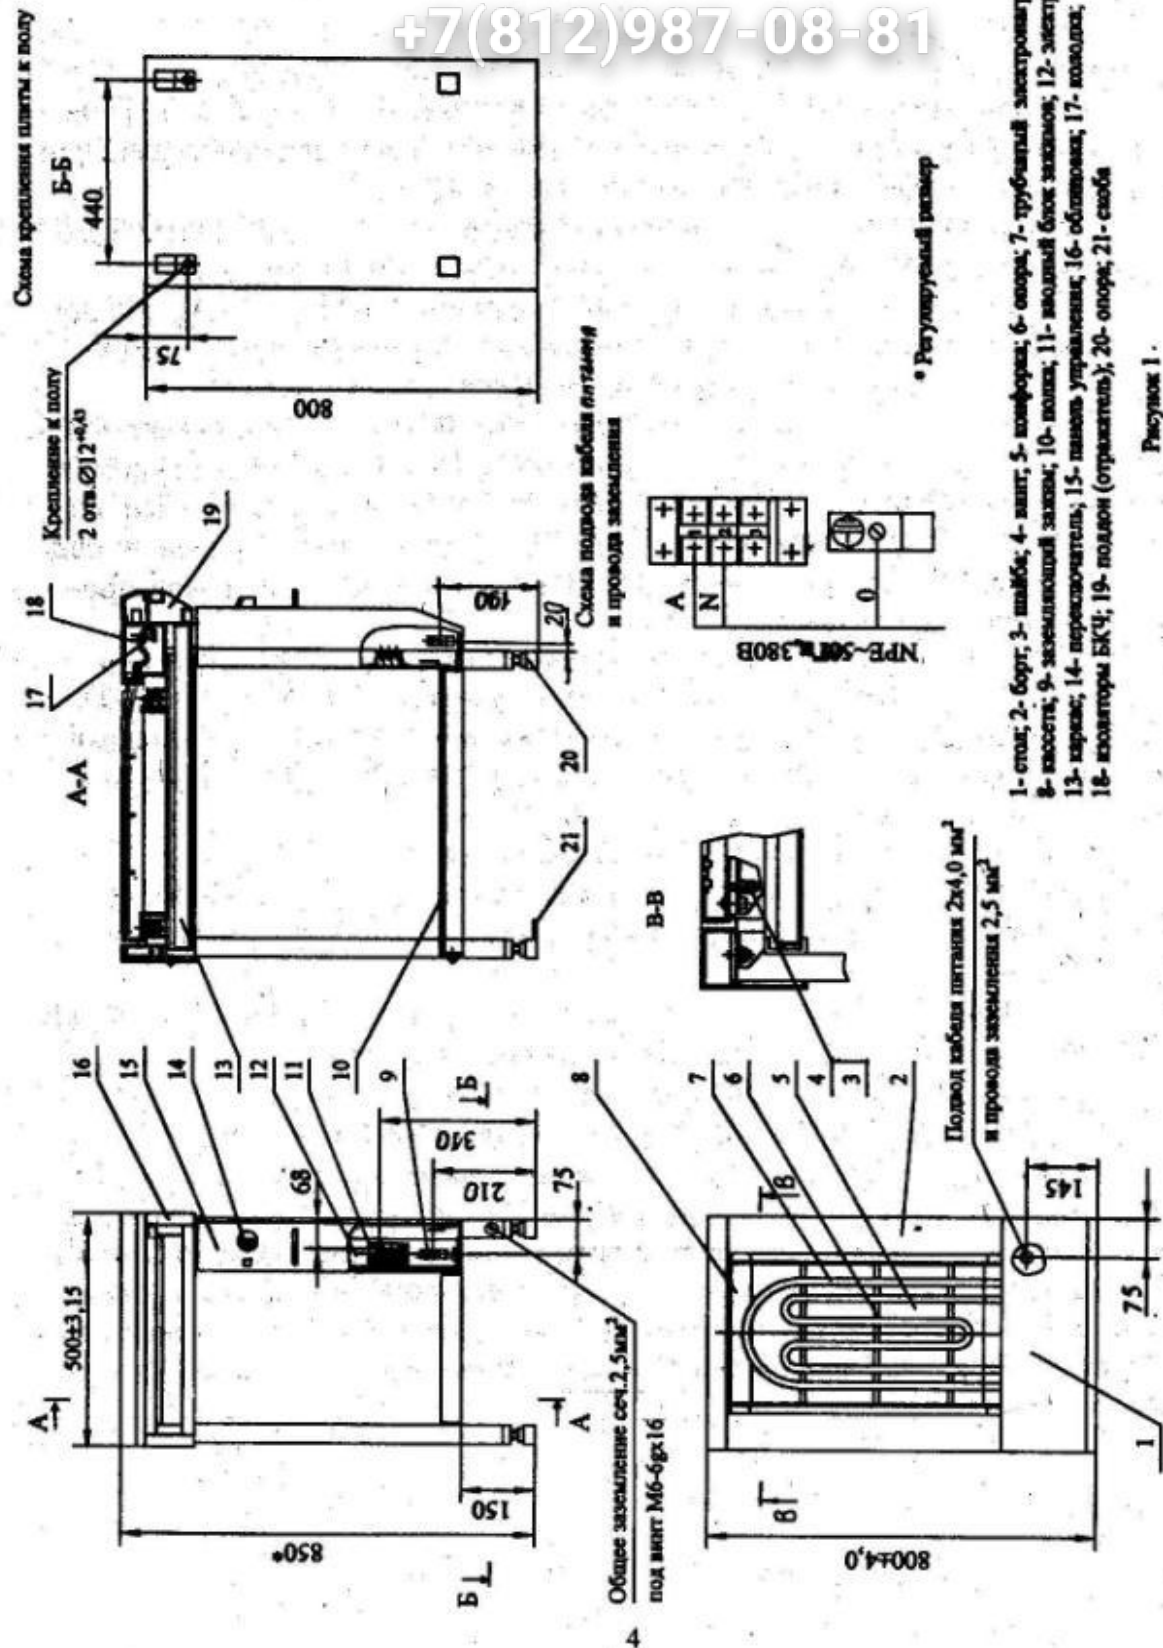
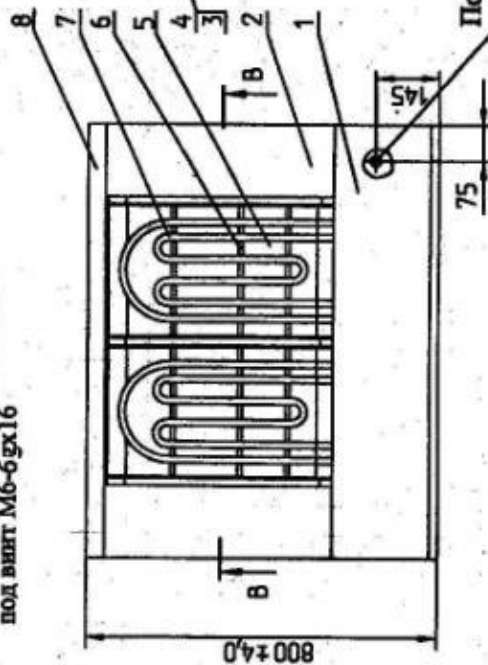

Рисунок 1.
Рисунок 2
5.1. Плиты ПЭТ-0,17В (рисунок 1), ПЭТ-0,34В (рисунок 2) и ПЭТ-0,51В (рисунок 3) имеют соответственно одну, две или три конфорки из трубчатых электронагревателей 7, установленные на каркасе 13. Конфорки крепятся к каркасу винтами 4 с шайбами 3, которые позволяют выставить рабочую поверхность конфорки относительно стола 1 и бортов 2.
7.2. Собранную и установленную на место плиту отрегулировать по высоте и подключить к источнику питания (рисунок 1, 2 или 3) для чего: